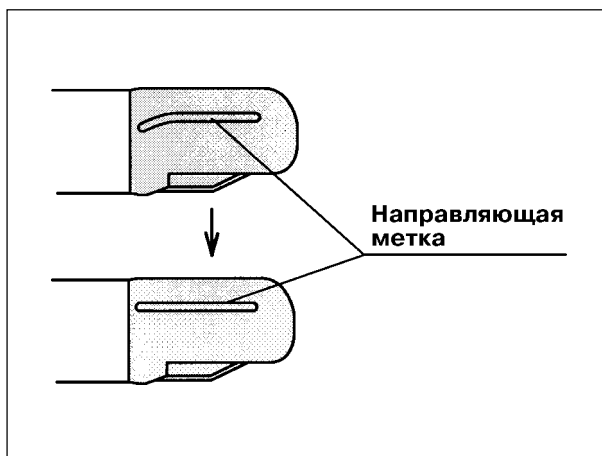

Рис.3.16
7. Удерживая дистальный защитный чехол-наконечник за его основание, лёгкими вращениями отрегулируйте его положение таким образом, чтобы направляющая метка приобрела форму прямой, как это показано на рис. 3.16.